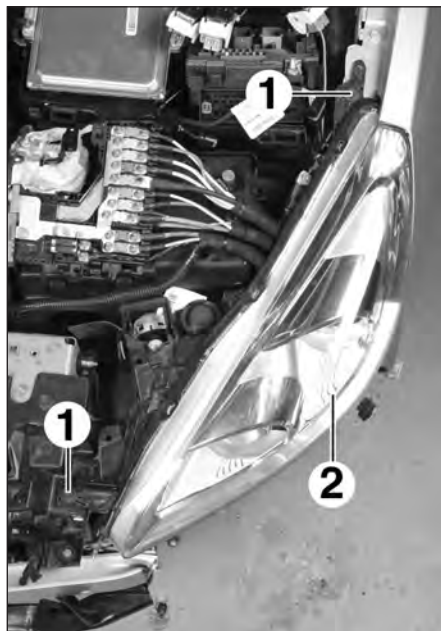

FIG.94
- les vis (1) du bloc optique avant (2) (Fig.94).